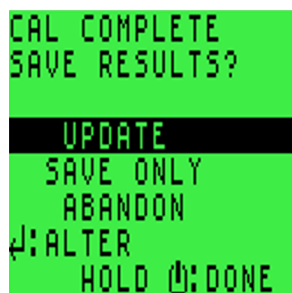

Figure 59: Schermata CAL COMPLETE/SAVE RESULTS (CAL COMPLETATA/SALVA RISULTATI)
7. Una volta terminata la calibrazione, l'utente ha l'opzione di salvare i risultati (vedere Figure 59: Schermata CAL COMPLETE/SAVE RESULTS \(CAL COMPLETATA/SALVA RISULTATI\)).